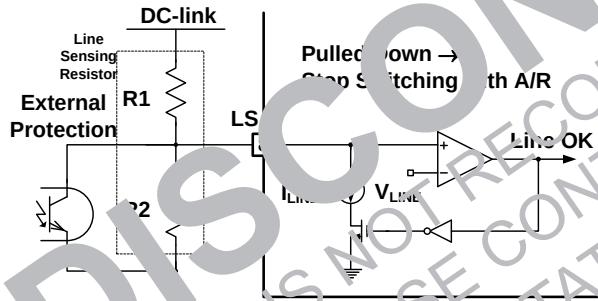

图 26. 外部保护电路
7. 简单远程开/关：可使用可选自动重启模式关断功率级，如图 26 所示。